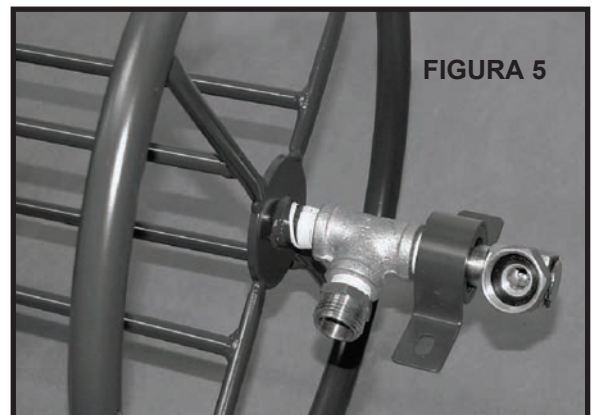

FIGURA 5
5. Enrosque la t galvanizada (H) en el carrete (B), Apretete con la llave inglesa. **Vea la Figura 5.**